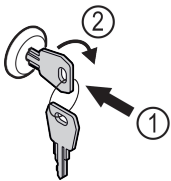

Fig. 105
- ▶ Paina avain lukkoon Fig. 105 (1).
- ▶ Kierrä avainta 90° myötäpäivään Fig. 105 (2).